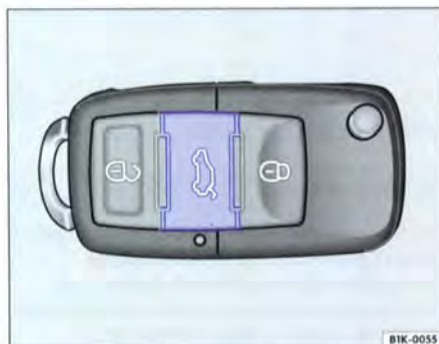

Fig. 27 Clé à radiocommande avec touche de déverrouillage pour le hayon
– Appuyez sur la touche ⇒ fig. 27 de la clé à radiocommande jusqu'à ce que tous les clignotants du véhicule s'allument brièvement. Le hayon est déverrouillé. Ouvrez le hayon dans les 2 minutes qui suivent, sinon il sera de nouveau verrouillé.